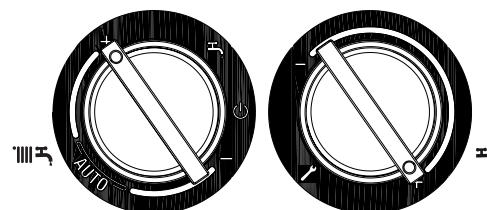

fig. 4.15
2. portare il selettore temperatura acqua riscaldamento al valore massimo, selettore in corrispondenza del **+** (fig. 4.15).